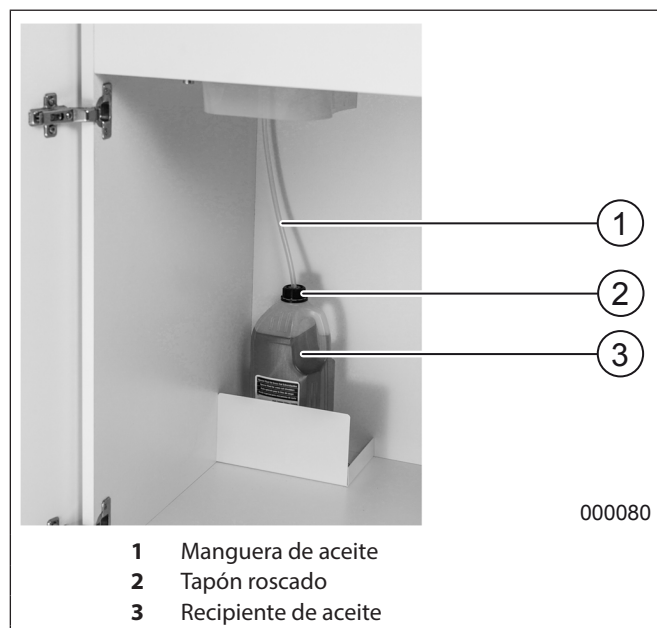

Fig.6 Recipiente de aceite
Si el indicador de control  (Fig. 3/8) parpadea, el recipiente de aceite (Fig.6/3) está vacío y tiene que sustituirse por un recipiente lleno. Se desconecta el motor.
2. Cambie el recipiente de aceite (Fig.6/3). Para ello, gire el tapón roscado (Fig.6/2).